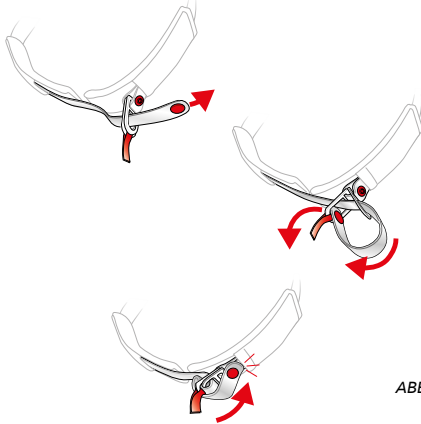

ABBILDUNG 2
■ SCHLIESSYSTEM Double D-RING – Abbildung 2
Lasche schließen (Abbildung 2).